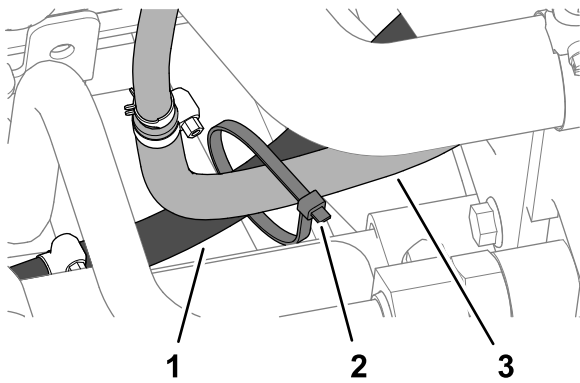

Figura 19
4. Fije las 2 mangueras del enfriador de combustible juntas con una brida (Figura 19).